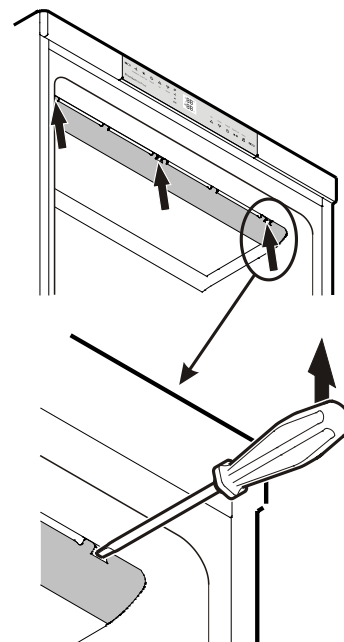

Figure 13
1. Désenclipser précautionneusement le cache à gauche, au milieu et à droite à l'aide d'un tournevis - **Figure 13**.